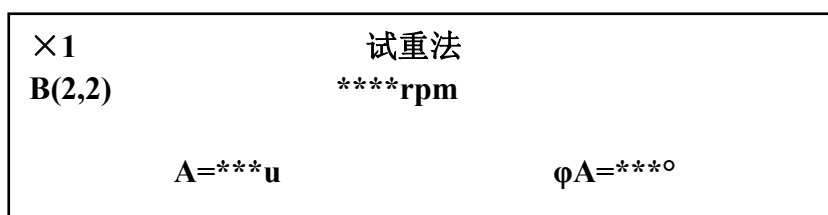

图 4-23
按|执行|键，屏幕显示如图 4-23。
(9) 在图 4-23 中，当转速值稳定在动平衡转速，振动值 A、角度值 φA 读数稳定时，按|保持|键锁定读数，屏幕的右上角显示“**”。